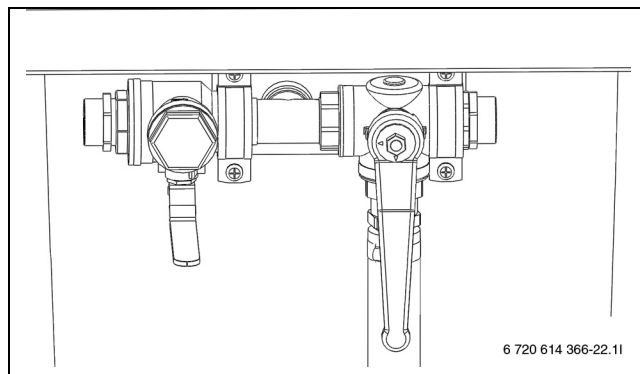

Bild 15 Påfyllnadsstation i blandningsläge
- Vrid ventilerna på påfyllnadsstationen så att de står i blandningsläge ( $\rightarrow$  Bild 15).